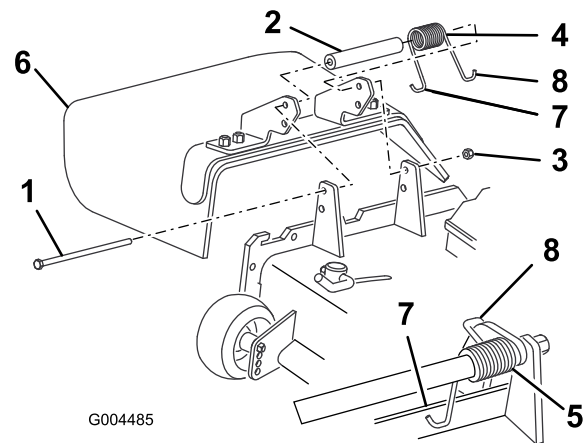

図 25
2. デフレクタをピボットブラケットに固定しているロックナット、ボルト、スプリング、スペーサを外す（図 25）。デフレクタを取り外す。
3. デフレクタのブラケットの間にスペーサとスプリングを入れる (図 25)。スプリングの左側 J 形フック部をデッキのエッジの後ろに引っ掛ける。
注 必ず、スプリングの左側J-フックをデッキエッジの後ろに引っ掛け、それからボルトを図 25のように取り付けてください。
4. ボルトとナットを取り付ける。スプリングの右側のフックを、デフレクタに引っ掛ける (図 25)。